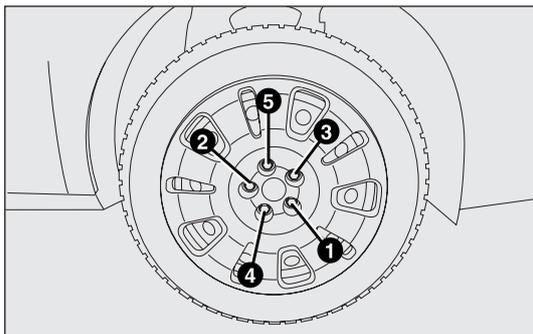

fig. 139
- ❑ mediante l'utilizzo della chiave in dotazione, serrare a fondo i bulloni, passando alternativamente da un bullone a quello diametralmente opposto, secondo l'ordine numerico illustrato in fig. 139.